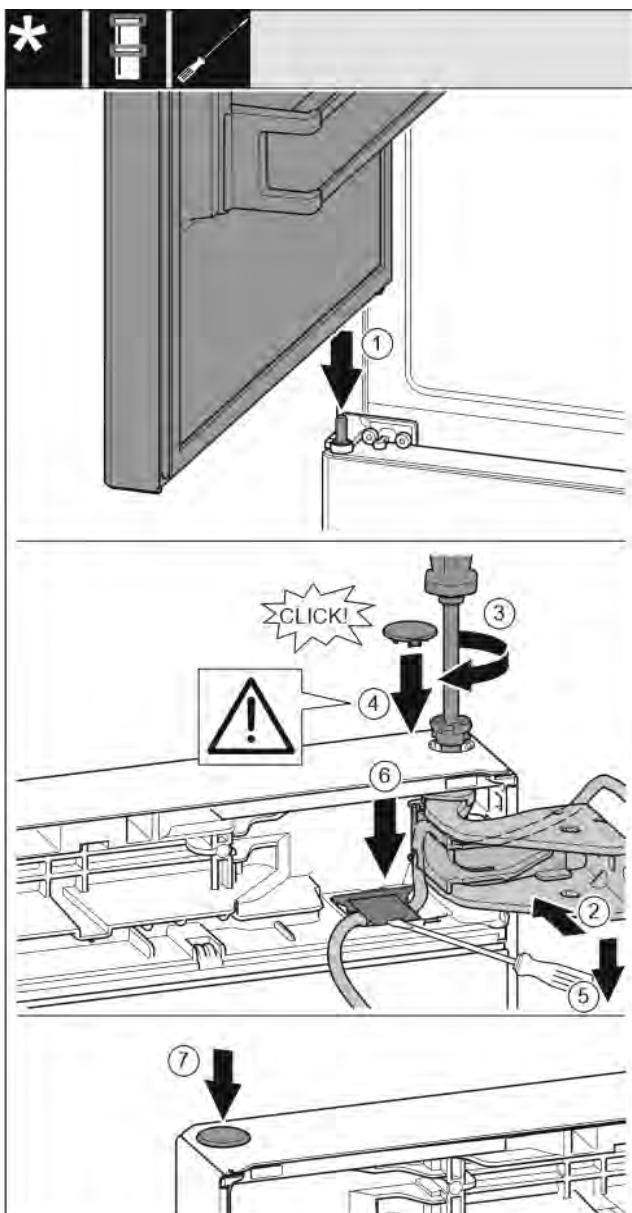

Fig. 33
- Установите верхнюю дверь на средний опорный палец Fig. 33 (1)
- Выровняйте дверь вверху по отверстию в опорном кронштейне. Fig. 33 (2)
- Вставьте палец и затяните отверткой T15. Fig. 33 (3)
- Установите предохранительную крышку для защиты двери: Вставьте предохранительную крышку и проверьте, прилегает ли она к двери. В ином случае вставьте палец полностью. Fig. 33 (4)
- Используя шлицевую отвертку, поднимите и вытяните крышку. Затем вставьте под нее кабель. Fig. 33 (5)
- Снова установите крышку и нажмите вниз до момента фиксации. Fig. 33 (6)
- Вставьте заглушку. Fig. 33 (7)